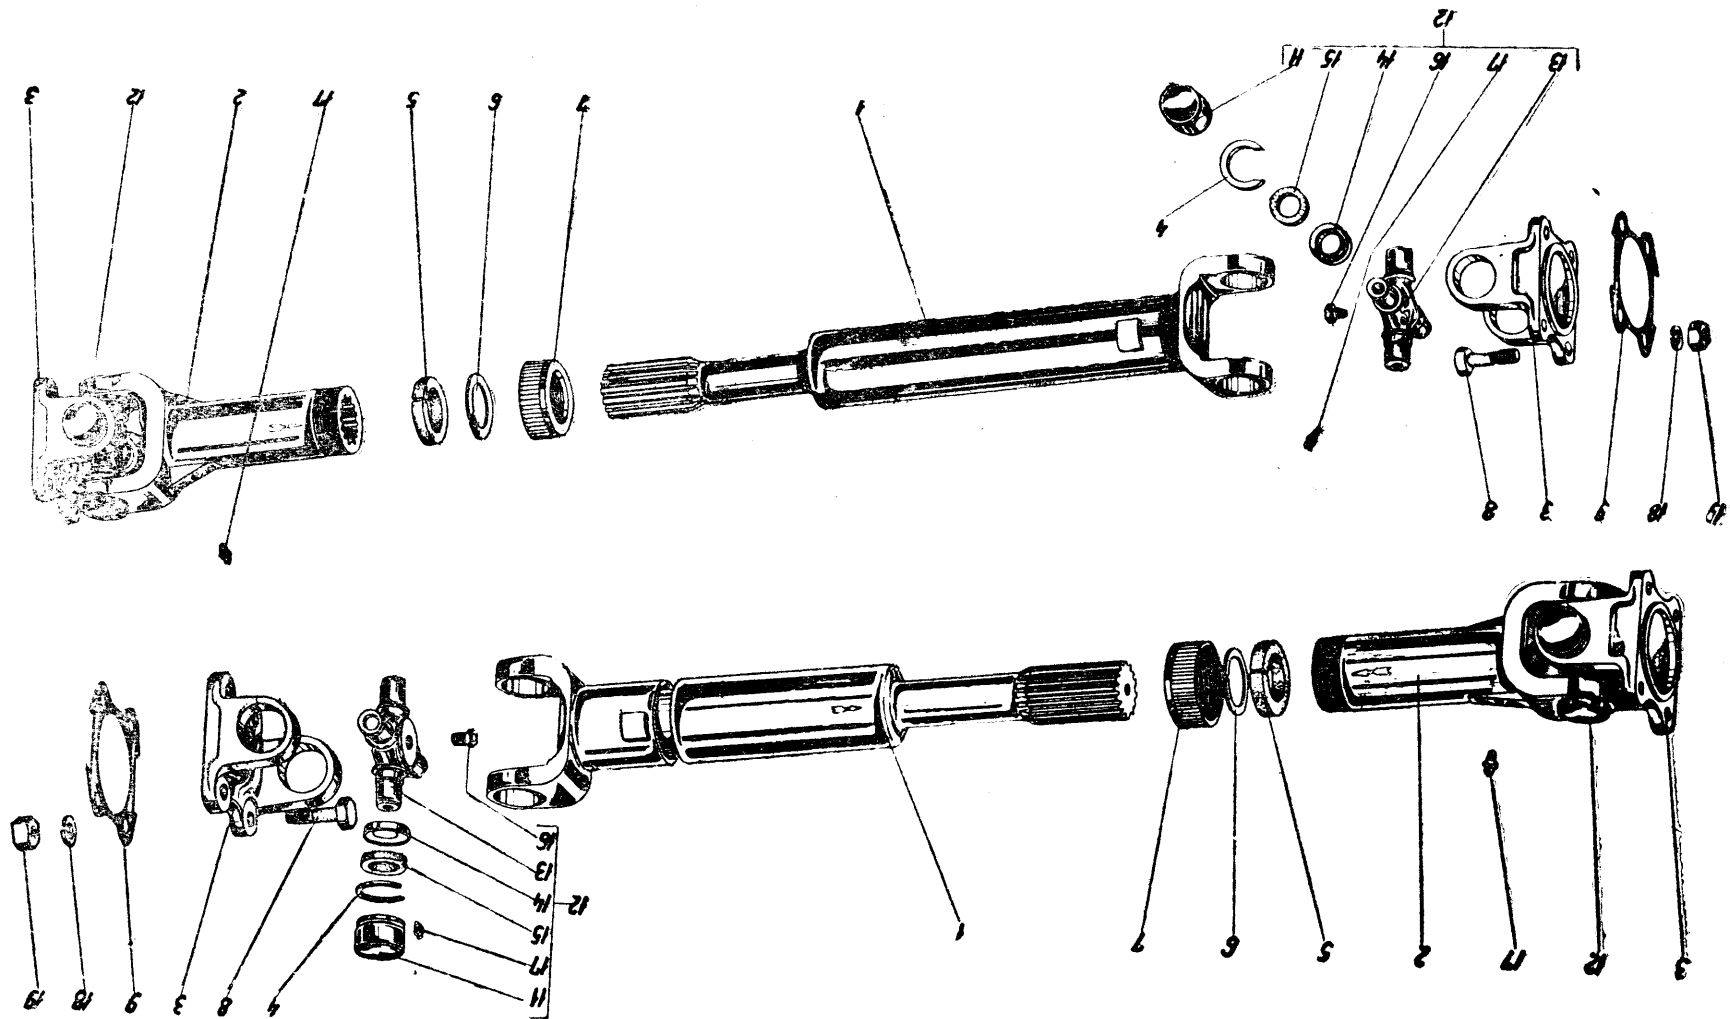

Abb. 68. Kardanübertragung.
6.1. Ausbau der Kardanwelle (Gelenkwelle) Abb. 68